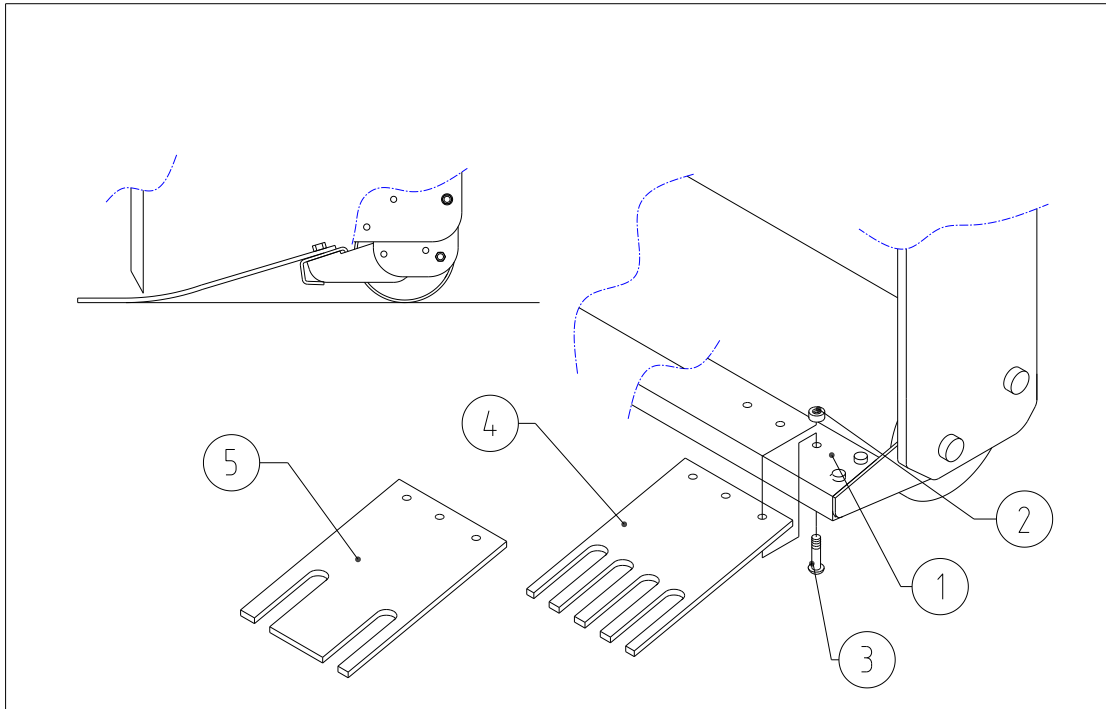

Abb. 18
**MONTAGE DES TURFHOLD-DOWN KIT (siehe Abb. 18):**